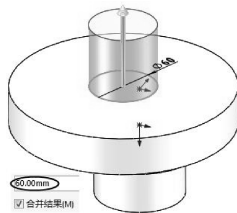

图 3-25 创建拉伸特征2
- 设置拉伸深度为 60, 完成特征的创建, 如图 3-25 所示。